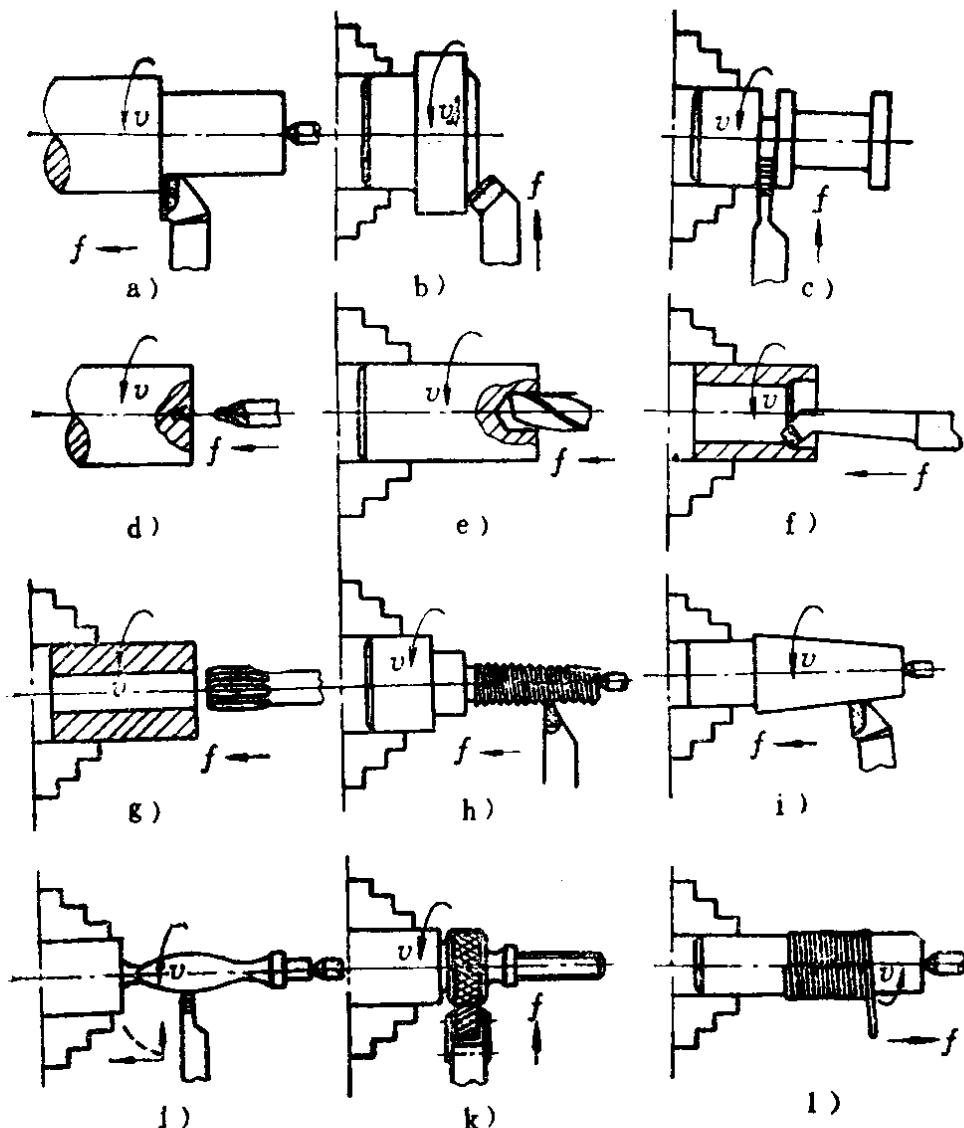

图1-1 车削加工的基本工作内容
车削加工一般是利用工件的旋转运动和车刀的进给运动，改变毛坯的尺寸和形状，把它加工成所需要的零件。车削加工的基本工作内容如图1-1所示。
- (1) 车外圆，如图1-1 a 所示。
- (2) 车端面，如图1-1 b 所示。
- (3) 车槽（或车断），如图1-1 c 所示。
- (4) 钻中心孔，如图1-1 d 所示。
- (5) 钻孔，如图1-1 e 所示。
- (6) 车内孔，如图1-1 f 所示。
- (7) 锯孔，如图1-1 g 所示。
- (8) 车各种螺纹，如图1-1 h 所示。
- (9) 车削外（或内）圆锥体，如图1-1 i 所示。
- (10) 车特形面，如图1-1 j 所示。
- (11) 滚花，如图1-1 k 所示。
- (12) 盘绕弹簧，如图1-1 l 所示。